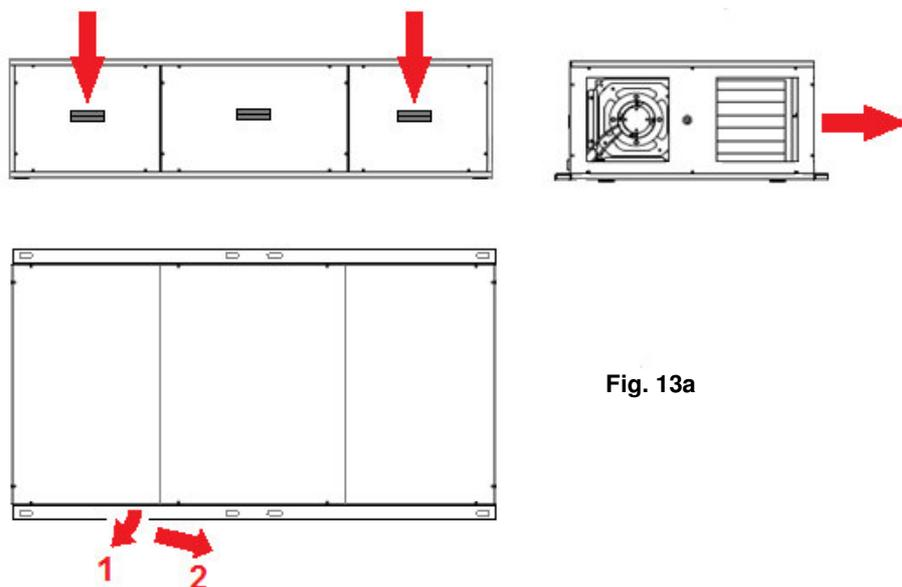

Fig. 13a
- para la unidad en versión horizontal, a través del desmontaje de un panel lateral de extremidad dotado de manilla empotrable (**fig. 13a**)
- 1) desmontar y remover cualquiera de los paneles filtro (fig. 13a y 13b)